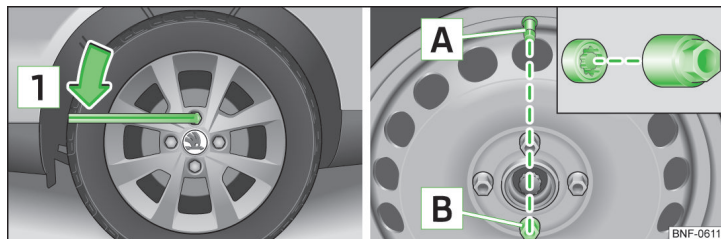

Fig. 112 Hjulskift: Sådan løsnes hjulboltene. / Hjulventilens og låseboltens indbyrdes placering
Sørg for, at låsebolten **B** er placeret over for hjulventilen **A** » Fig. 112.
- » Tag fat i enden af hjulnøglen, og skru bolten ca. **en** omdrejning i pilens retning **1** » Fig. 112.
- » Tag fat i enden af hjulnøglen, og skru bolten modsat pilens retning **1** » Fig. 112, indtil den er spændt fast.